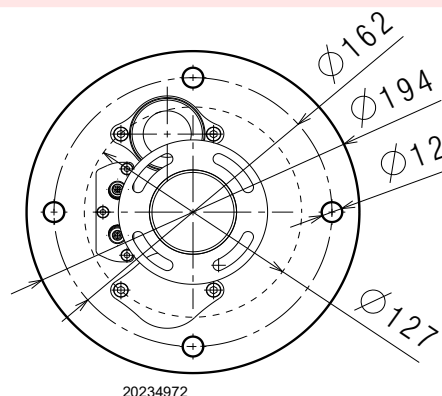

Fig. 5
** Version avec bride (Fig. 5 à la page 10)
Percer la plaque de fermeture de la chambre de combustion comme indiqué dans la Fig. 5.